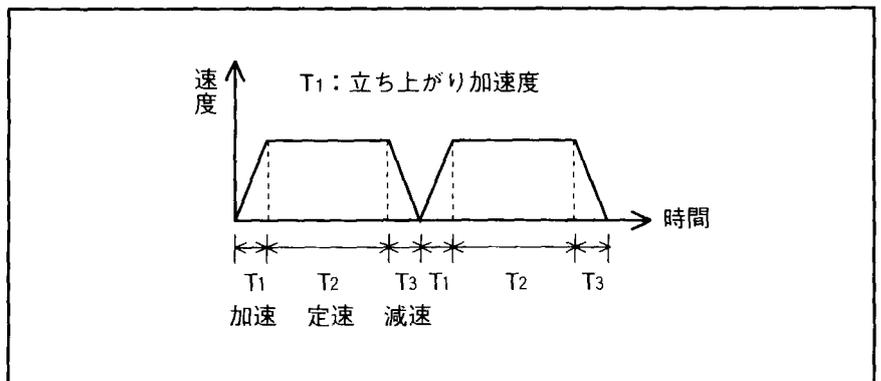

図7-8
- (2) 立ち上がり加速度は、図7-8に示す、T1部分のことをいいます。